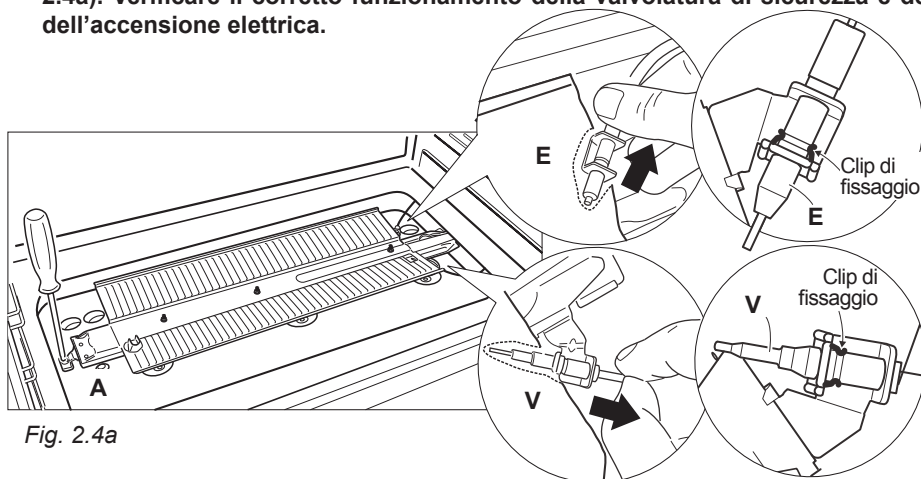

Fig. 2.4a
- Sganciare con cautela, dal bruciatore, la valvola di sicurezza "V" e l'elettrodo dell'accensione elettrica "E" (come indicato in fig. 2.4a). Prestare particolare attenzione a non danneggiare la valvola e l'elettrodo.
- Svitare e togliere la vite "A" che fissa il bruciatore (fig. 2.4a).
**IMPORTANTE:** Fare particolare attenzione a rimontare correttamente la valvola di sicurezza "V" e l'elettrodo dell'accensione elettrica "E" (come indicato in fig. 2.4a). Verificare il corretto funzionamento della valvolatura di sicurezza e dell'accensione elettrica.
Per poter procedere alla regolazione dell'aria primaria il bruciatore deve essere smontato dalla sua sede (figure 2.4a, 2.4b).